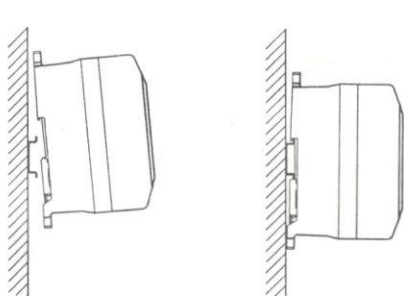
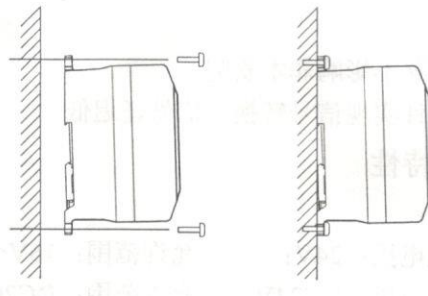

图 2-1 导轨安装示意图
图 2-2 普通安装示意图
1. 安装：安全栅可以直接安装于宽度为 35mm 的标准 DIN 导轨，如图 2-1 所示。在不具备导轨安装条件时，可以通过上下两个安装孔，使用 M4 螺钉或 ST4.2 自攻螺钉（可选配塑料膨胀管）进行安装，如图 2-2 所示。